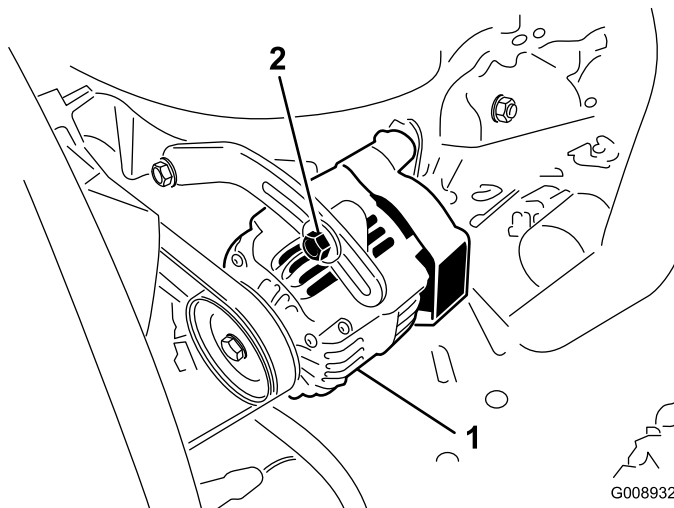

Figura 65
2. Si la desviación no es de 10 mm ($\frac{3}{8}$ "), afloje los pernos de montaje del alternador (Figura 65).